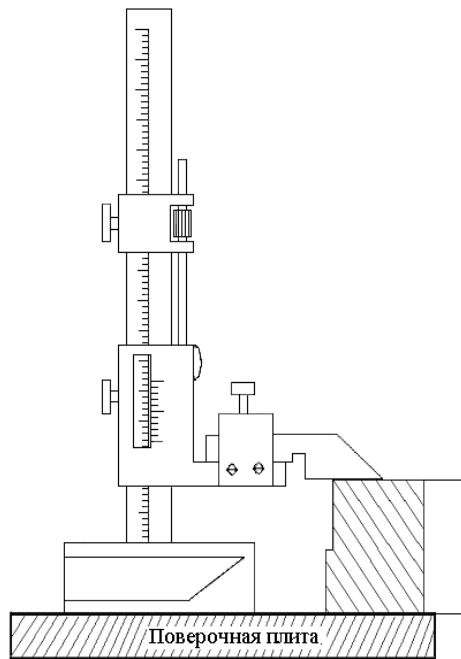

Рис. 11 – Прием измерения
4. Закрепленную на рамке измерительную ножку 10 или 13 правой рукой перемещают по шкале штанги до тех пор, пока она не соприкоснется с измеряемой поверхностью (рис. 11). Левая рука в это время придерживает основание инструмента, предотвращая случайные сдвиги;